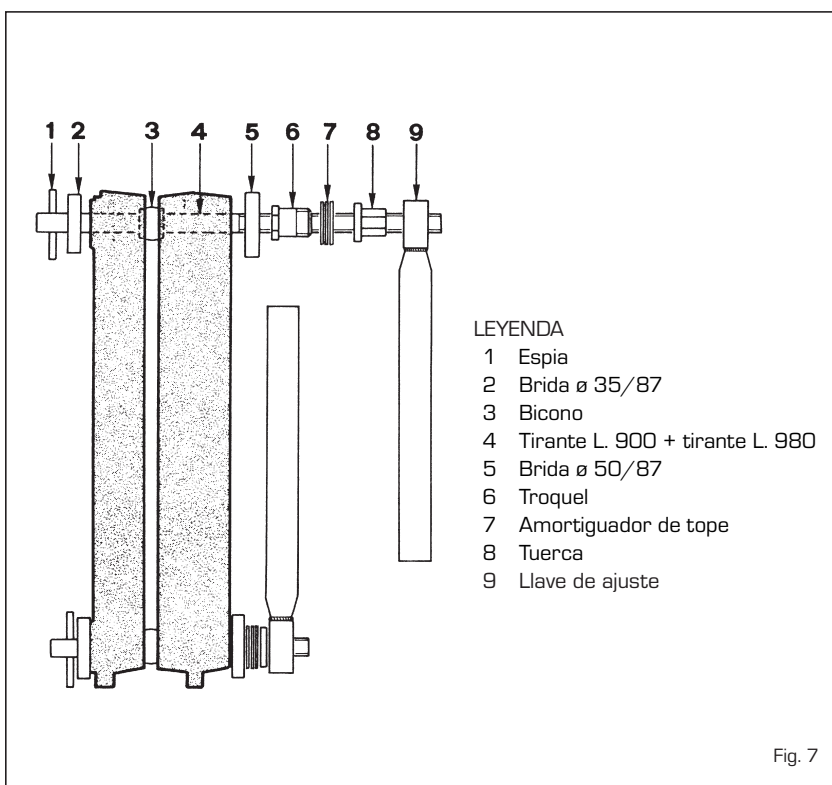

Fig. 7
- ensamblar los elementos con el apósito kit formado por una pareja de tirantes para el ensamblaje con los relativos accesorios cód. 6050900 (fig. 7) aplicando la presión simultáneamente sobre el bicono superior y sobre el inferior.